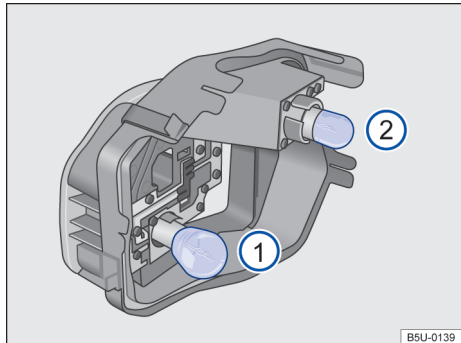

Fig. 117 No suporte das lâmpadas: localização das lâmpadas.
10. Para remover as lâmpadas incandescentes queimadas → Fig. 117  e , pressionar a lâmpada contra o suporte e girar, ao mesmo tempo, no sentido anti-horário.
12. Para inserir as lâmpadas novas ① e ② no suporte, pressionar a lâmpada e girar, ao mesmo tempo, no sentido horário, até o batente.
A localização e a identificação das lâmpadas incandescentes → Fig. 117 estão relacionadas a seguir: